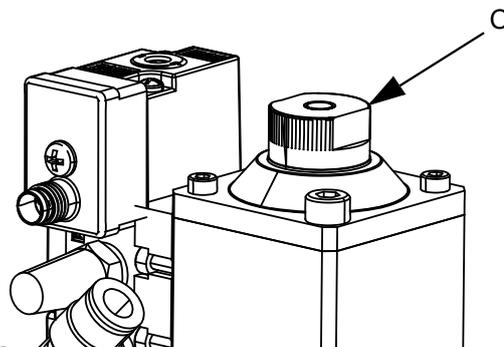
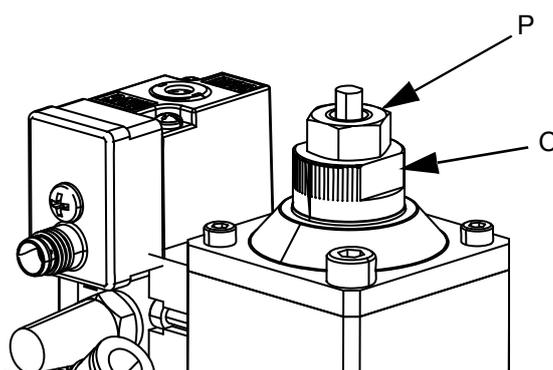

FIG. 8
FIG. 9
La tuerca de ajuste (C) de la parte superior de la válvula puede ajustar la distancia a la que se abrirá la válvula dispensadora. Esto restringe el flujo de material a través de la boquilla y el asiento. Consulte la FIG. 8.
1. Gire la tuerca de ajuste (D) en sentido de las agujas del reloj hasta que la válvula se mantenga cerrada. Consulte la FIG. 8. Para las válvulas antigoteo, gire la tuerca de ajuste (C) en sentido contrario a las agujas del reloj para reducir la distancia que abre la válvula. Consulte la FIG. 9.
2. Abra lentamente la tuerca de ajuste (D) y luego accione la presión de aire hasta alcanzar el flujo deseado.
3. Si su válvula tiene una boquilla antigoteo, apriete la tuerca de bloqueo (P) para sujetar la tuerca de ajuste (C) en su lugar. Consulte la FIG. 9.